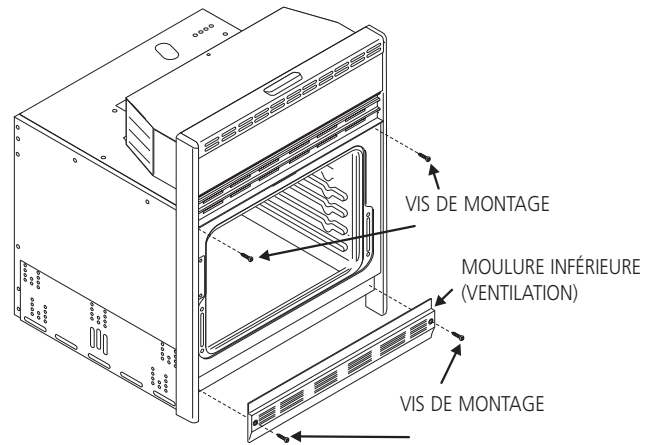

Figure 6
1. Alignez les 2 trous de montage de la moulure inférieure (ventilation) avec les trous dans le bas du cadre avant, sous la porte (voir figure 6).